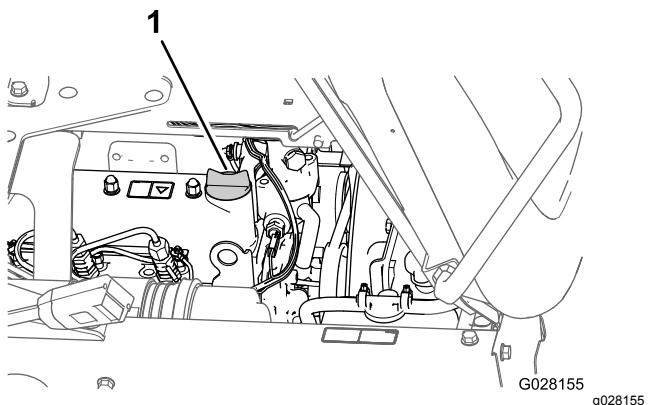

図 19
3. オイルの量が不足している場合は、バルブカバーについている補給口のキャップ(図 19)を取り、ディップスティックの FULL マークまで、補給管からオイルを補給する。